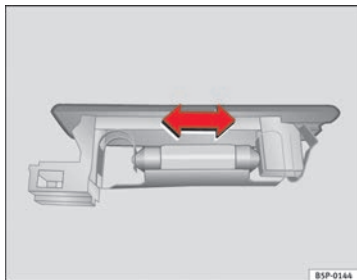

Abb. 158 Gepäckraumbeleuchtung
- Die Lampe zur Seite drücken und aus ihrer Halterung herausnehmen ⇒ Abb. 158. ■